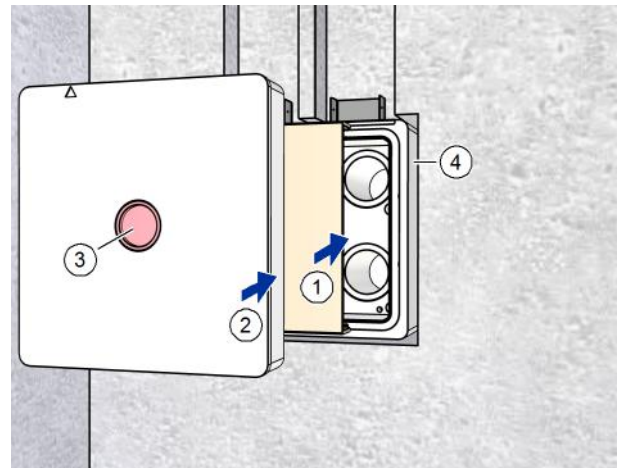

Abb. 15: Kartoneinlage und Putzschutzdeckel einsetzen
- ▶ Setzen Sie die Kartoneinlage (Pos. 1 in Abb. 15) in den Mauerkasten (Pos. 4 in Abb. 15) ein.
- ▶ Setzen Sie den Putzschutzdeckel (Pos. 2 in Abb. 15) in den Mauerkasten (Pos. 4 in Abb. 15) bis zum Anschlag ein.
- ▶ Kontrollieren Sie, dass der rote Signaldeckel (Pos. 3 in Abb. 15) im Putzschutzdeckel sitzt.